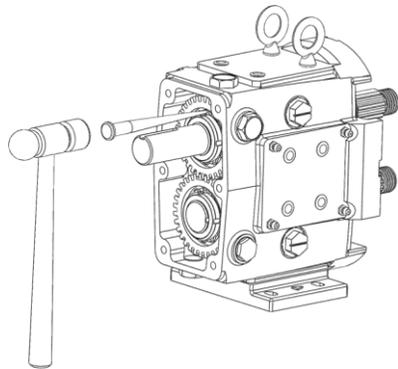
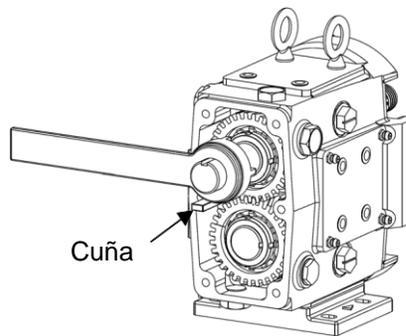

Figura 30: Doblar pestañas en arandelas de seguridad
Figura 31: Retirar arandelas de seguridad
2) Con un martillo y un punzón, doble las pestañas rectas de las arandelas de seguridad (Figura 30). Utilice una cuña (de madera o plástico) para evitar que los ejes giren mientras se quitan las tuercas de seguridad (Figura 31). Con una llave inglesa o la herramienta de extracción de tuercas (disponible en Ampco), quite las tuercas de bloqueo del engrane. Retire lentamente los engranes de los ejes. Retire las llaves de engrane y los espaciadores de engrane de los ejes.